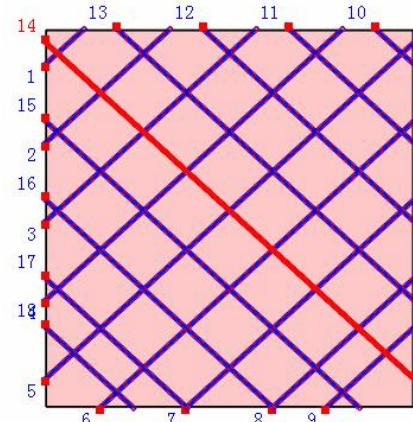

图 2
1. 在操作范围内选择“仅平行的缝制线”，在排列效果中选中合适的效果，在开始序号中输入指定缝制线的序号，点击确定，如图 2 示，与指定平行的缝制排好了顺序；